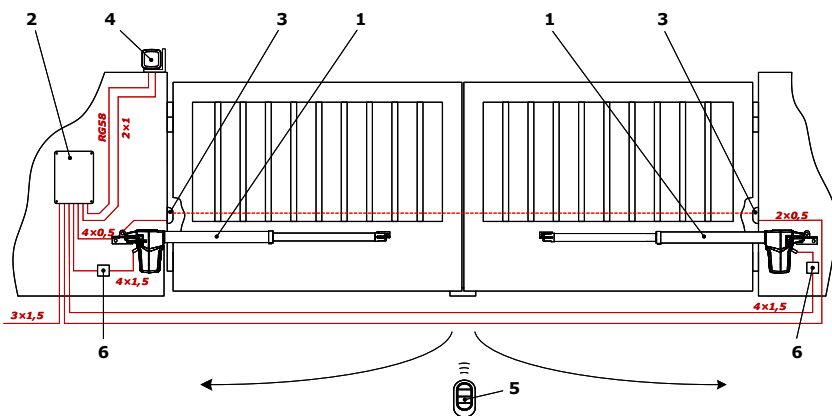

Рисунок 2
- Определите место, в которое будет установлен каждый компонент приводной системы. Приводы и блок управления должны быть смонтированы на внутренней стороне ворот. Места установки устройств управления определите вместе с пользователем. Типовая схема автоматизации двухстворчатых распашных ворот (открытие ворот внутрь) *рис. 2*.
- Проложите в соответствии с действующими нормами кабели до мест, где предусмотрена установка различных компонентов. На примере типовой схемы (*рис. 2*) рекомендуется использовать кабели длиной не более 20 метров.